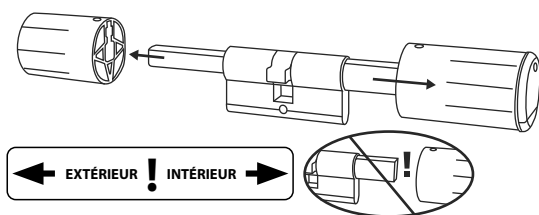

Fig. 3
- 3 Retirez complètement le bouton de la face extérieure et reculez le bouton de la face intérieure aussi loin que possible (Fig. 3).